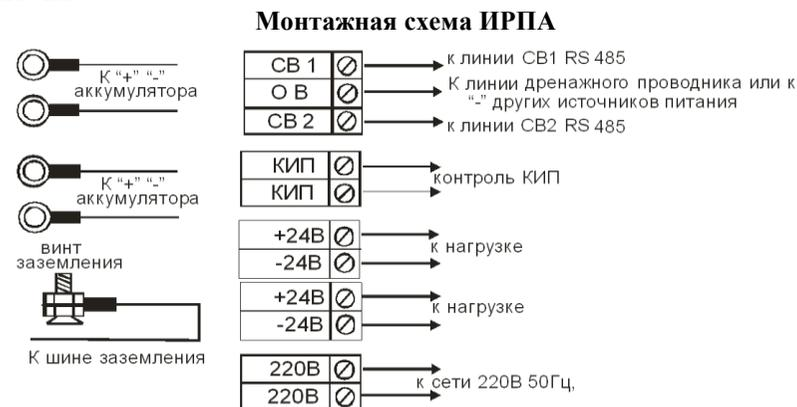

Рис. 1
- установите аккумуляторы, выполните подключение нагрузки, шлейфа КИП и аккумуляторов согласно монтажной схеме (рис.1) соблюдая полярность. При необходимости подключите к клеммам «СВ1», «СВ2» провода интерфейса RS485;